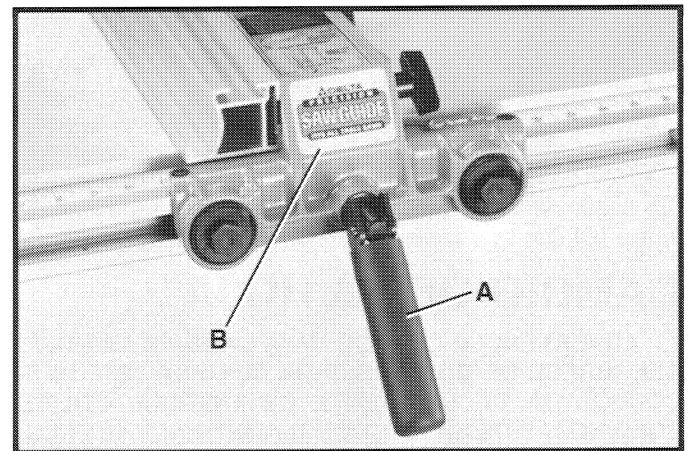
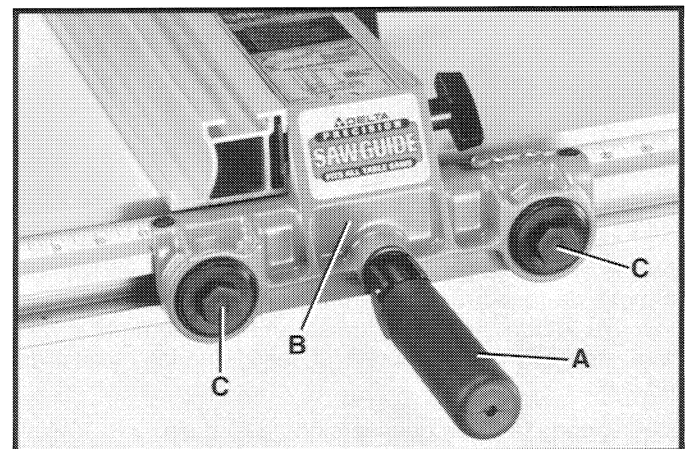

Fig. 77
Fig. 78
Cuando la agarradera de cierre de la guía (A) se empuja hacia abajo, como aparece en la Fig. 77, el cuerpo de la guía (B) debe ser abrazado completamente al riel de guía. Si el cuerpo de la guía (B) no está completamente abrazado al riel de guía cuando la agarradera (A) está en la posición ilustrada en la Fig. 77, levante la agarradera de cierre (A) Fig. 78 y ajuste los tapones de ajuste (C) ligeramente con la llave de árbol o una llave de 7/8 pulgadas. Los tapones de ajuste (C) deben apretarse en una cantidad equitativa. Revise si el cuerpo de la guía (B) está completamente afianzado al riel empujando la palanca de cierre (A) hacia abajo. Realice más ajustes si resulta necesario. **IMPORTANTE: DESPUES DE AJUSTAR LA ACCION DE ABRAZADERA DE LA AGARRADERA DE CIERRE DE LA GUIA, REVISE SI LA GUIA ESTA PARALELA CON LA RANURA DE LA ESCUADRA DE INGLETES, Y HAGA AJUSTES SI RESULTA NECESARIO.**